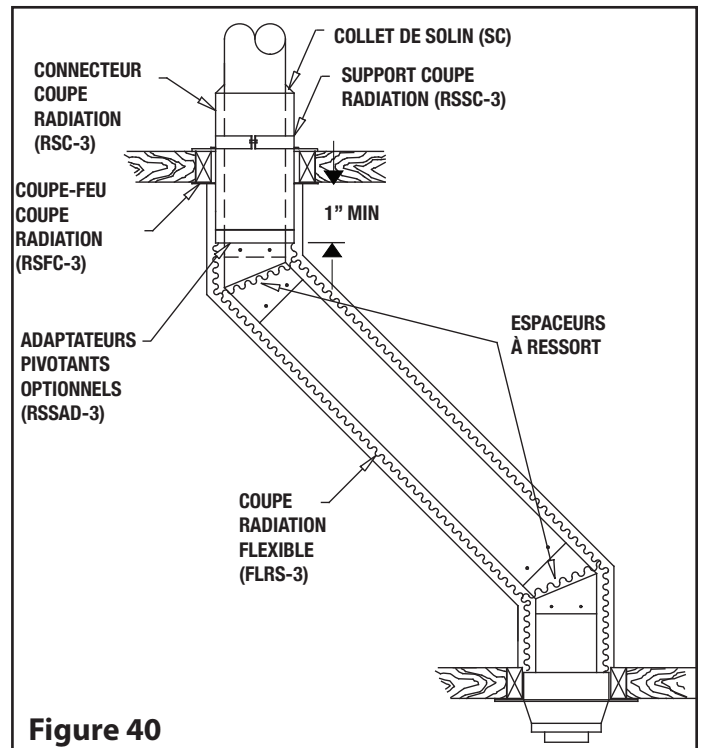

Figure 40
Pour Installation en cloisonnée seulement (appareil à bois ou à charbon, diamètres de 6 po, 7 po et 8 po uniquement). (Voir Figure 40).
Étape 7. Faites glisser le Connecteur Coupe Radiations (RSC-3) vers le bas jusqu'à ce que le bas du tube isolé dépasse le bas du plafond. Ajustez la hauteur de façon à ce qu'un minimum de 1 po du Connecteur Coupe Radiation (RSC-3) dépasse sous le plafond, puis serrez le collier de support (RSSC-3) autour du connecteur (voir **Figure 40**).
Étape 9. Installez le coude isolé sur la longueur de la cheminée verticale. Tournez le dans la direction requise et attachez-le à la cheminée avec les (4) vis métalliques de 1/2 po fournies.
Étape 11. Utilisez un autre coude pour ramener la cheminée dans le sens vertical. Fixez le coude à la longueur de la cheminée à l'aide de (4) vis métalliques de 1/2 po.
- Attachez un ressort espaceur autour de la cheminée à chaque coude pour permettre au tube coupe radiation flexible de rester centré. (Voir **Figure 40**)
Étape 12. Faites glisser le Coupe Radiation Flexible (FLRS-3) sur la cheminée et fixez-le sous le plafond au Connecteur Coupe Radiation (RSC-3) en utilisant (3) vis métalliques autotaraudeuses de 1/2 pouce.
REMARQUE: Si vous manquez d'espace pour pouvoir fixer les vis qui retiennent le FLEX (FLRS-3) au Connecteur Coupe Radiation, installez un adaptateur pivotant (RSSAD-3). (Voir **Figure 40**) sous le connecteur (RSC-3) et un autre à l'extrémité supérieure du coupe radiation flexible.